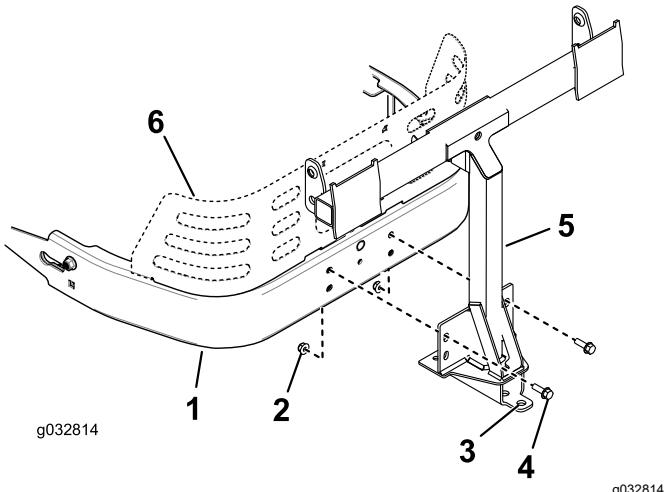

Figura 15
1. Montate il telaio del perno sulla macchina come illustrato nella Figura 15. Fissate il telaio del perno al telaio della macchina utilizzando 2 bulloni (5/16" x 1") e 2 dadi di bloccaggio (5/16").